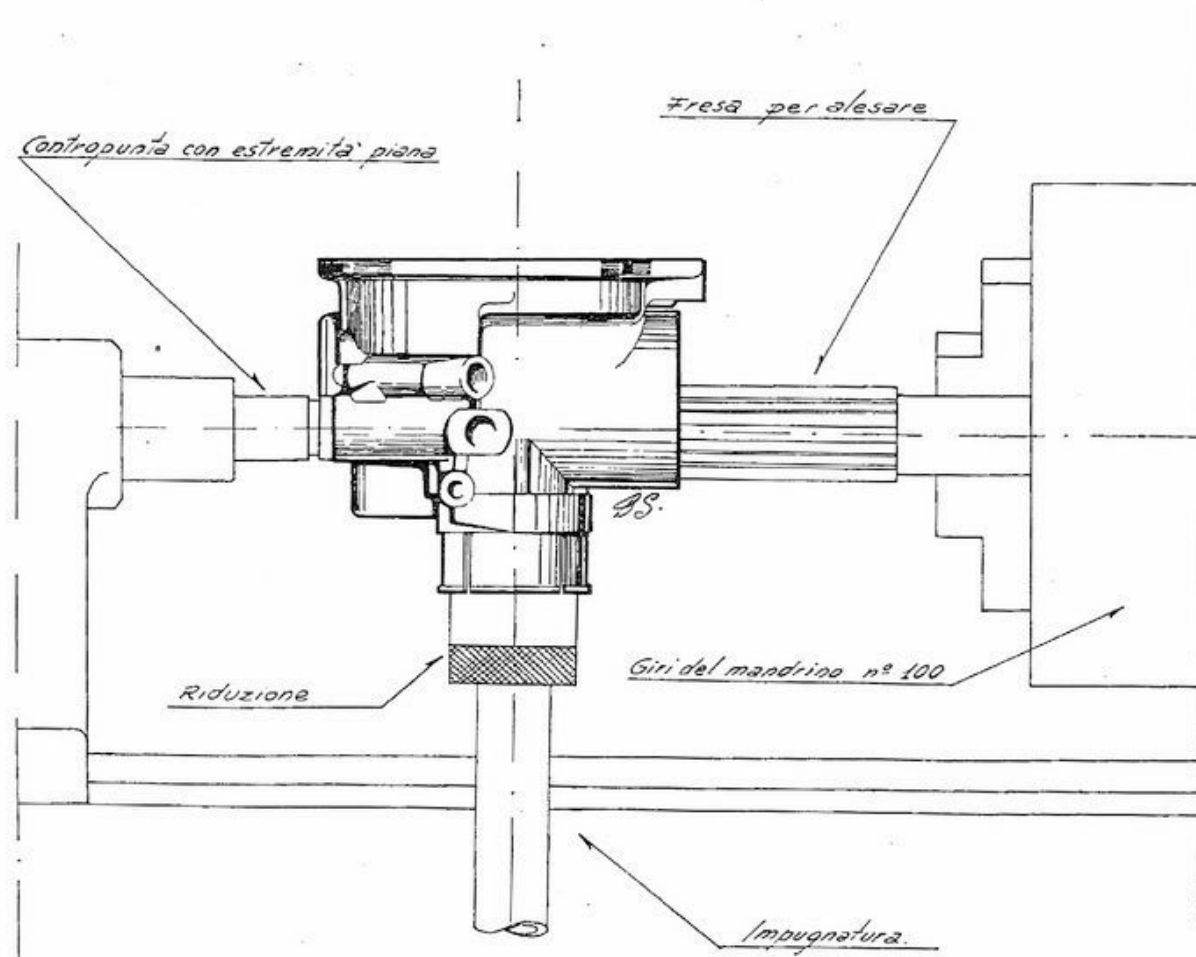

Fig. 112 - Alesatura della camera miscela del carburatore.
2) Prendere la fresa con guida anteriore n. 03.20885 per la prima operazione d'imbocco e montarla sull'autocentrante del tornio come mostrato nella fig. 112, assicurandosi della sua centratura.